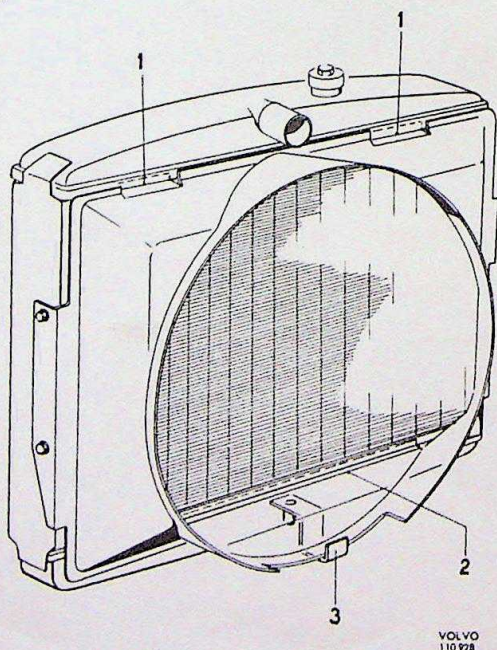
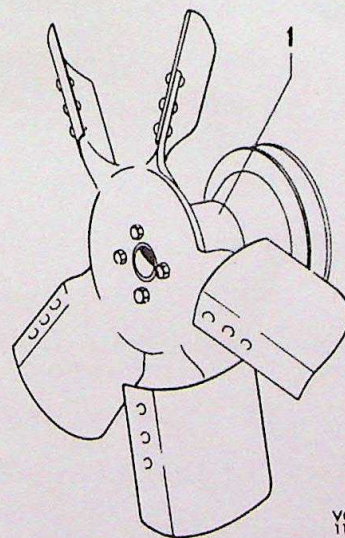

Fig. 1 . Ventilateurhuis tegen radiator
Fig. 2. Ventilateur
Wagens die in landen worden gebruikt waar het klimaat overwegend zeer warm is, of wagens die zijn uitgerust met een air-conditioning installatie, vragen vaak om een groter koeleffekt. Dit kan worden bereikt door de montage van een nieuw type ventilateur (zie Fig. 2), een zogenaamde "flexibele ventilateur". Voor de 140-serie dient dan tevens een nieuw ventilateurhuis (zie Fig. 1) te worden gemonteerd van het type, zoals in de 164 wordt aangetroffen.
3. Haak het ventilateurhuis vast aan de radiator. Let er op dat de plastic haken (1 en 2, Fig. 1) om de rand langs de boven- en onderbak van de radiator grijpen en dat zij zover mogelijk worden opgedrukt.
5. Monteer de afstandsring en de flexibele ventilateur aan de waterpomp (Fig. 2). Span de ventilateurriem.
7. Breng de radiator op zijn plaats in de motorruimte en schuif de steun(3, Fig. 1) over de geleidepen onderaan de radiator, alvorens deze pen in het daarvoor bestemde gat te laten vallen. Monteer de bevestigingsbouten en de waterslangen.
8. Bevestig het ventilateurhuis tegen de radiator. De steun moet over de onderrand van het ventilateurhuis haken en de plastic haken om de rand langs de boven- en onderbak (zie. Fig. 1). Schroef het huis vervolgens stevig aan de radiator vast.
3. Monteer de afstandsring en de flexibele ventilateur aan de waterpomp, (zie Fig. 2). Span de ventilateurriem.